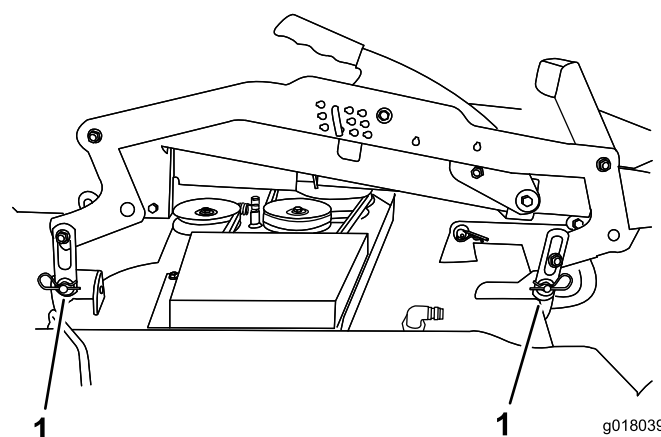

Figura 1
- Retire los 4 pasadores de horquilla y las arandelas de las bridas de suspensión de la carcasa y desconecte las bridas de la carcasa del cortacésped (Figura 1).